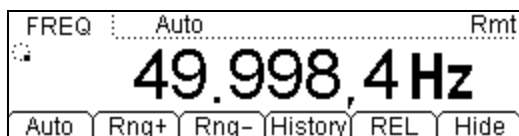

図 2-31 周波数測定画面
2. フロントパネルの **Freq** ボタンを押して、図 2-31 のように周波数測定動作にします。